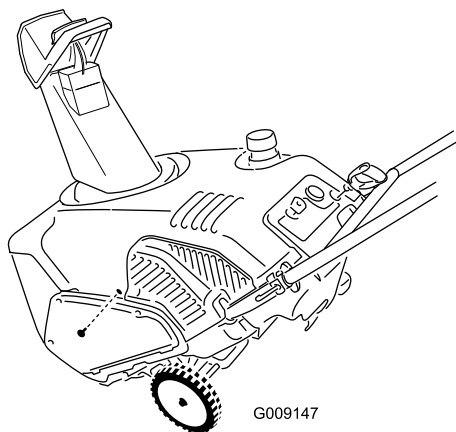

Рисунок 35
16. Закрепите насадку глушителя с помощью небольшого бокового винта, который вы ранее вывернули (Рисунок 35).